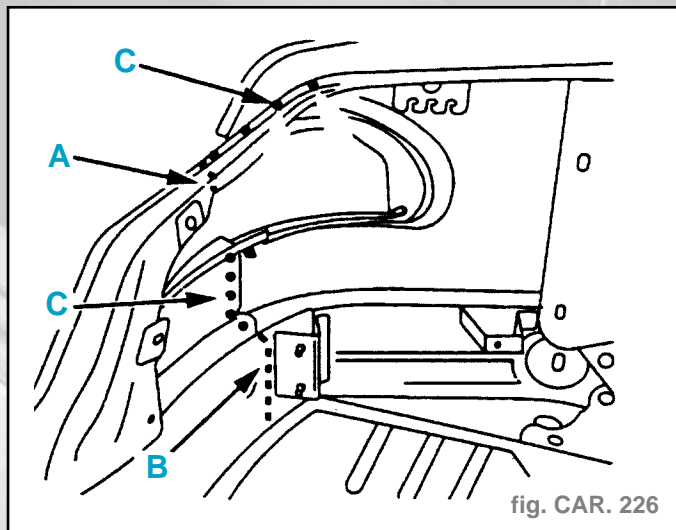

fig. CAR. 226
- Souder par cordons successifs au MIG (suivant A) (fig. CAR. 226).